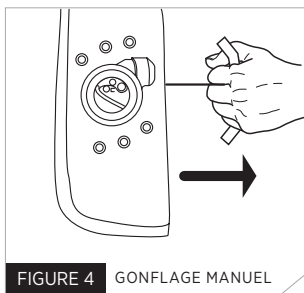

FIGURE 4 GONFLAGE MANUEL
1) **Gonflage manuel.** Activez le système de gonflage en tirant fermement la poignée vers le bas (Fig. 4). Le gilet devrait se gonfler entièrement en moins de 5 secondes.